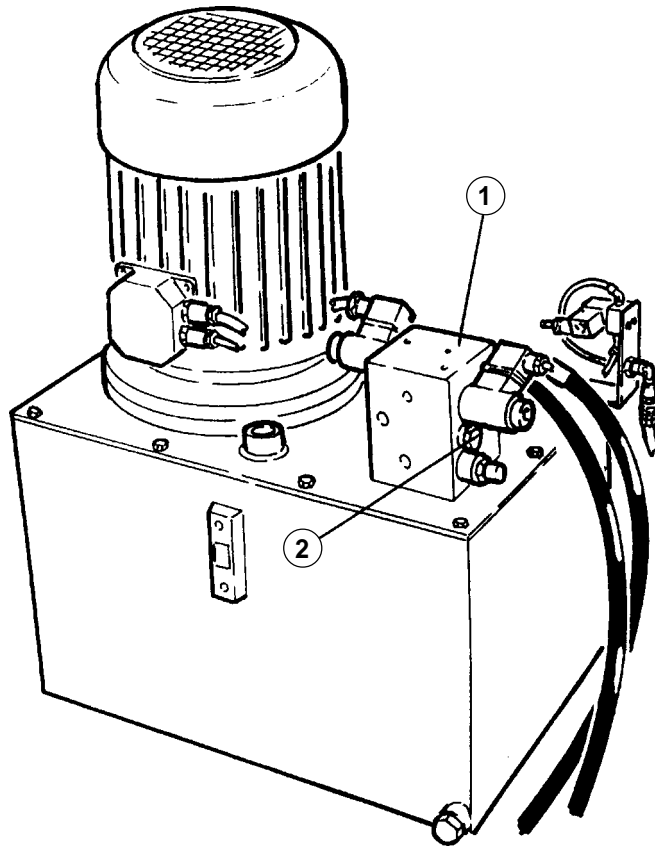

Fig.37
- La valvola (1 fig. 37) è montata nel blocco sul serbatoio.
Dispositivo (2 fig. 37) procedere come al punto 6.3.
- The valve (1 fig. 37) is assembled in the block on the tank.
Device (2 fig. 37) follow the procedure set out in point 6.3.
- Das Ventil (1 Abb. 37) ist im Block auf dem Tank montiert.
Vorrichtung (2 Abb. 37). Gemäss Punkt 6.3 vorgehen.
- La valve (1 fig. 37) est montée dans le bloc sur le réservoir.
Dispositif (2 fig. 37). Procéder comme indiqué au point 6.3.
- La válvula (1 fig. 37) está montada en el bloque del depósito.
Dispositivo (2 fig. 37). Proceder como en el punto 6.3.